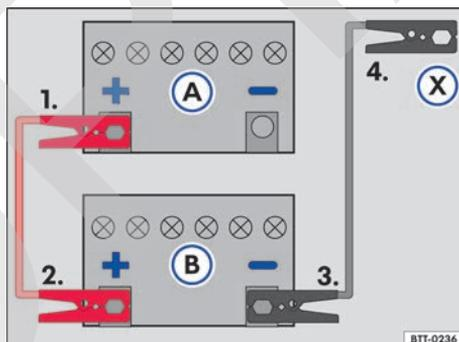

Fig. 165 Esquema para la conexión de los cables auxiliares de arranque: batería del vehículo descargada (A) y batería del vehículo que provee la corriente (B).
Legenda para → fig. 165:
- Conectar un extremo del cable de arranque auxiliar *rojo* al polo positivo → fig. 165 ⊕ del vehículo con la batería del vehículo descargada A → ⚠.